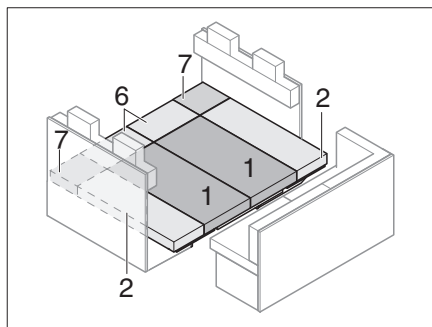
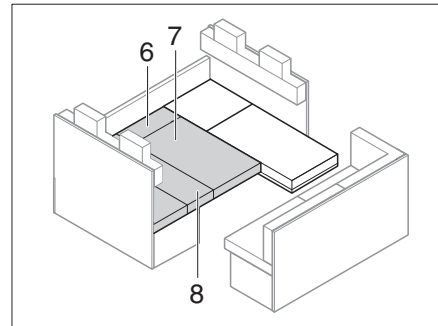

Fig. 203 Después de la transformación
Fig. 207 Después de la transformación
- Colocar cojín del asiento, cojín del respaldo y cojín adicional como se muestra en Fig. 203.
- Colocar cojín del asiento, cojín del respaldo y cojín adicional como se muestra en Fig. 203 hasta Fig. 207.